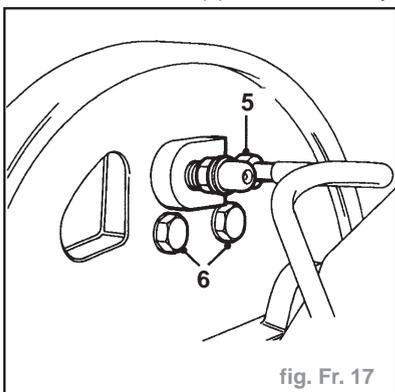

fig. Fr. 17
- Débrancher le raccord union (5) de tuyau du cylindre de roue (fig. Fr. 17).
- Enlever 2 boulons (6) maintenant le cy-